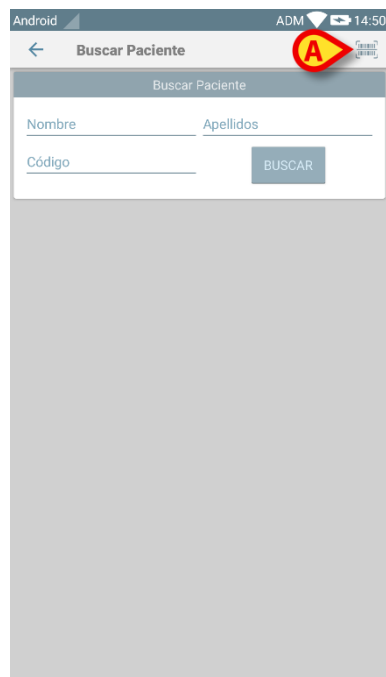

Fig 30
- Tocar el icono  indicado en Fig 30 **A**.